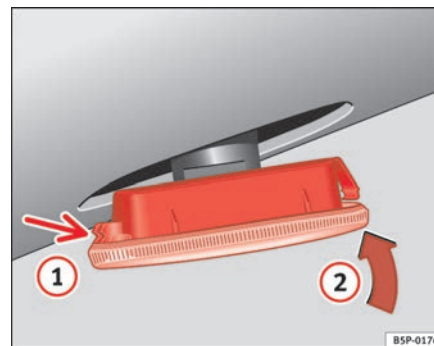

Fig. 159 Intermitentes laterales
- Coloque el intermitente en primer lugar en el orificio de la carrocería, encajando las pestañas ① ⇒ página 238, fig. 159, y a continuación encaje la lámpara como indica la flecha ② ⇒ página 238, fig. 159. ■